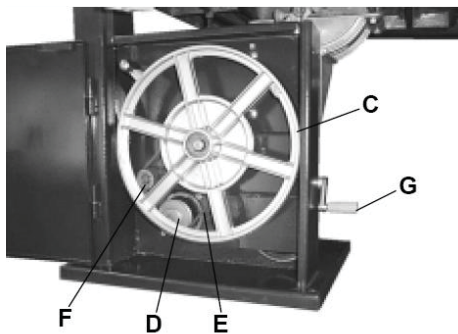

Рис. 24
#### Нижній шків (С) Рис. 24.
- Один шків знаходиться на проміжній осі, а інший – на осі двигуна (D) (рис. 24).
- «V»-подібний ремінь (E) (Рис. 24) проходить через шків на проміжній осі, через шків на осі двигуна та через плоский натяжний ролик (F) (Рис. 24). Натягнення реміню здійснюється за допомогою рукоятки (G) (Рис. 24).